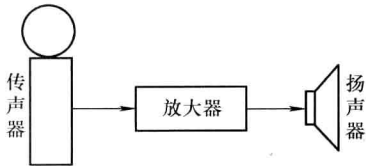

图 1-16 扩音器电路
- 2) 进行信号的传递与处理，例如图 1-16 所示的扩音器电路。其中，传声器是输出信号
采用图 1-15 和图 1-16 所示的电路进行电路分析和计算是很不方便的，所以通常采用一些简单的理想元件来代替实际元件，这样一个实际电路就可以由若干个理想元件的组合来模拟，这样的电路称为**电路模型**。